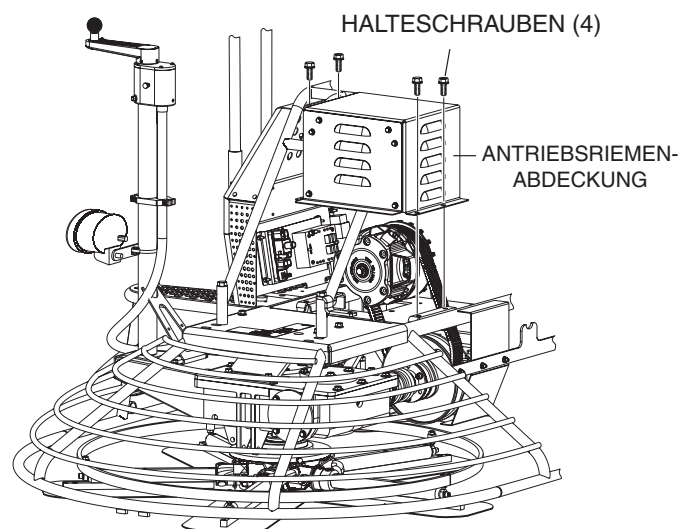

Abbildung 25. Entfernen der Antriebsriemenabdeckung
- Entfernen Sie die Halteschrauben (4), mit denen der Riemenschutz (Abbildung 25) am Rahmen des Flügelglätters befestigt ist.